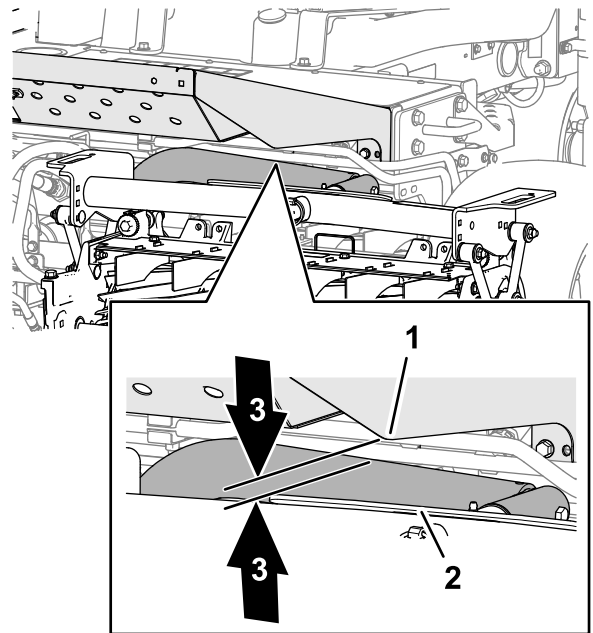

Figure 26
3. Sur les unités de coupe avant, mesurez la distance entre le bras de levage gauche et le support du panneau de plancher, et entre le bras de levage droit et le support du panneau de plancher (Figure 26).